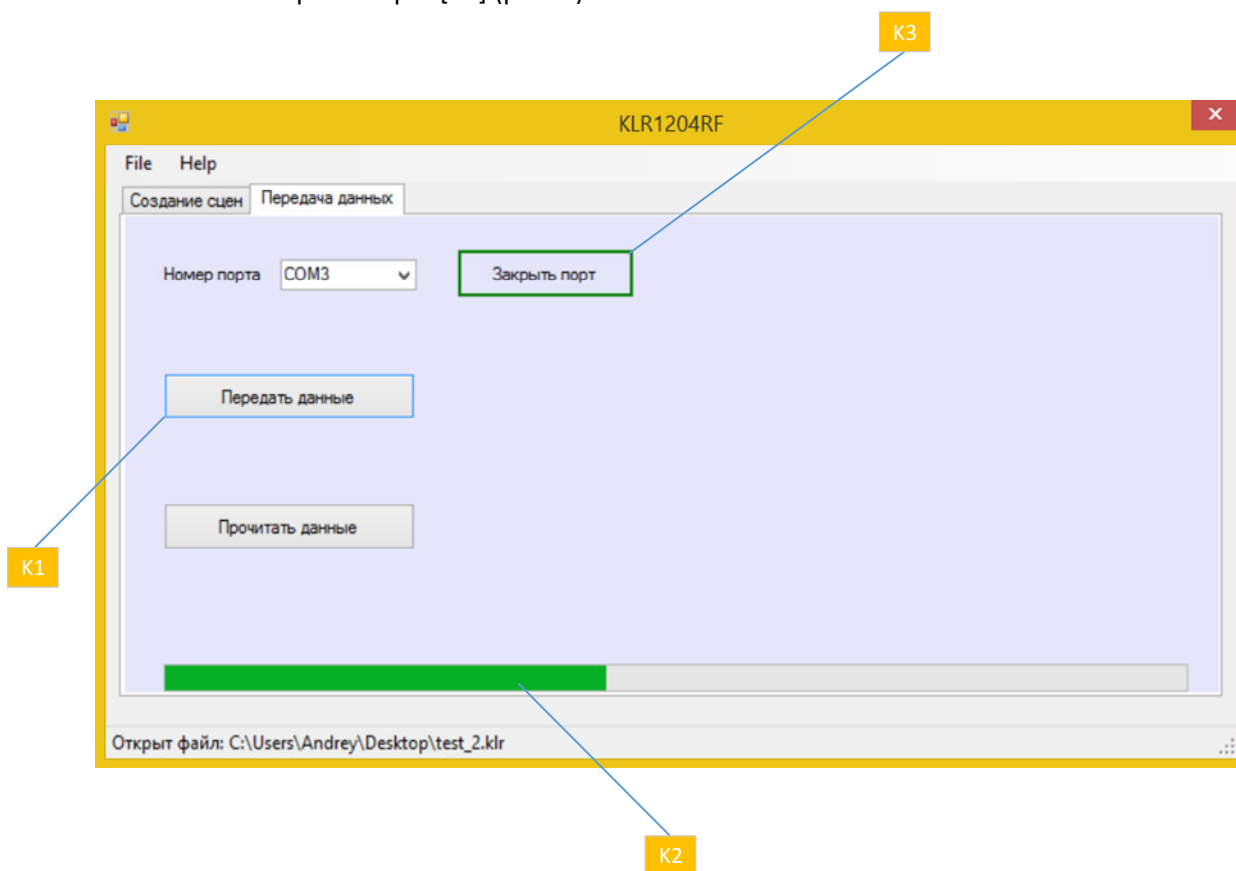

Рис.5 Передача данных от ПК к контроллеру KLR0412U
7. Нажимаем кнопку “Передача данных” [K1] (рис. 5), статус передачи показывается progressbar [K2] (рис. 5)
9. После завершения записи нажимаем на кнопку “Закреть порт” [K3] (рис. 5) и закрываем приложение